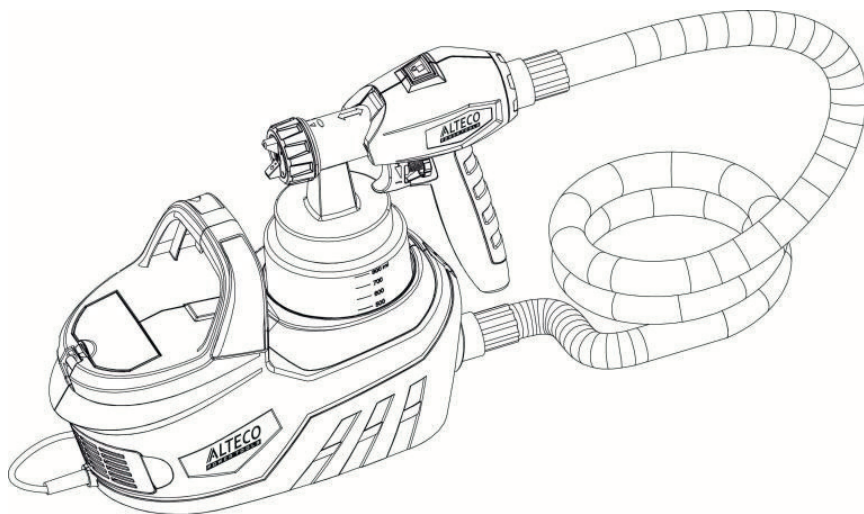

Рисунок 1
- На рис. 1 показан внешний вид\* модели ALTECO SG 2204.